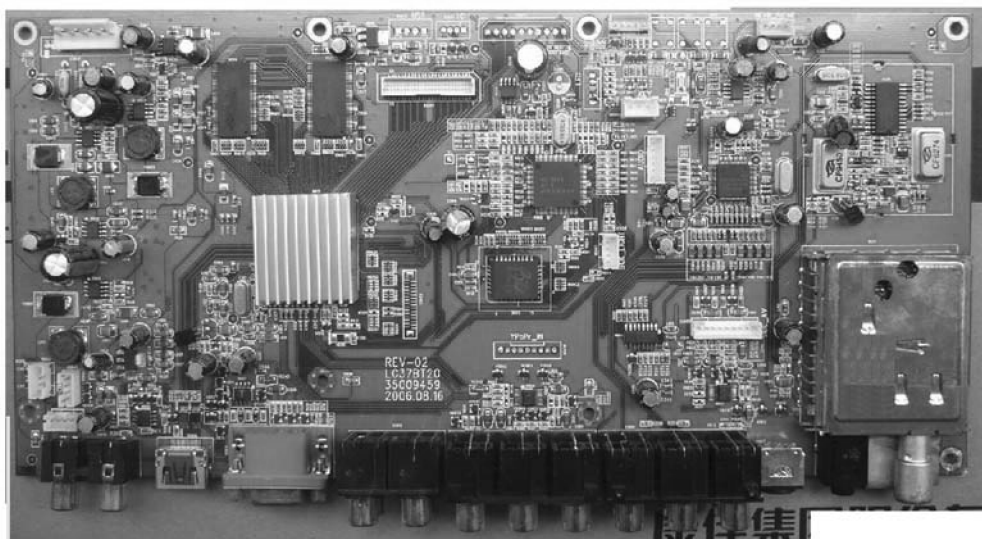

图 6-92 主板实物图
【附注】 1) 该机在故障出现时主要检测高频头①脚 AGC 电压 (正常为 4.2V)。2) 主板实物图如图 6-92 所示。